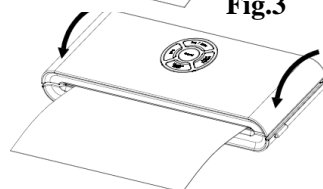

Fig.4
5. Apăsați butonul de etanșare pentru a începe etanșarea pungii – **Fig. 4**
7. Se realizează ambalarea prin vidare. Apăsați simultan butoanele de depresiune de pe ambele laturi ale aparatului, pentru a deschide capacul și a scoate pungile sigilate. – **Fig. 4.**